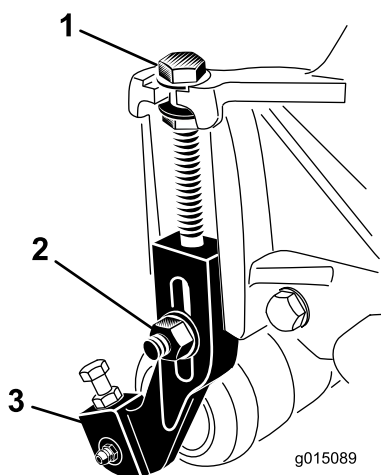

図 19
1. 刈り高アームをカッティングユニットのサイドプレートに固定しているロックナットをゆるめる図 19。